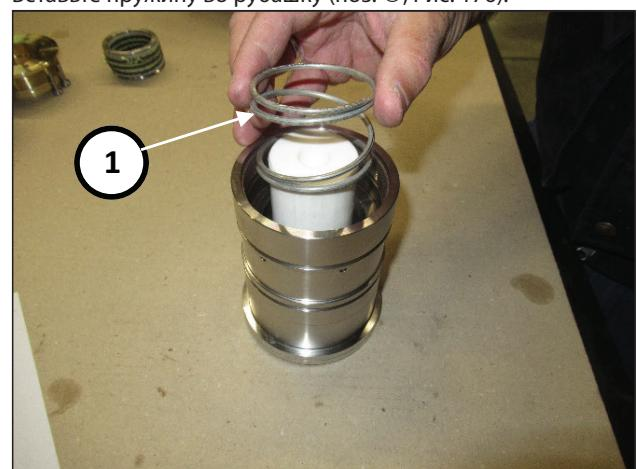

Рис. 176
Вставьте пружину во рубашку (поз. ①, Рис. 176).